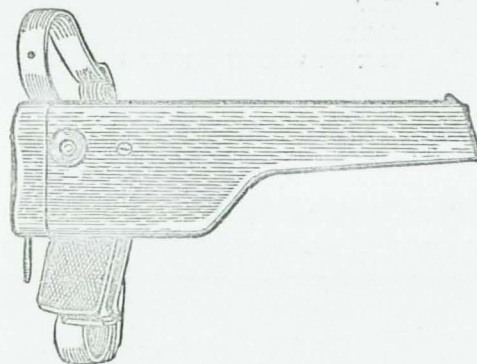

Рис. 3. Пистолет в кобуре-прикладе
3. Пистолет носится в кобуре-прикладе (рис. 3).